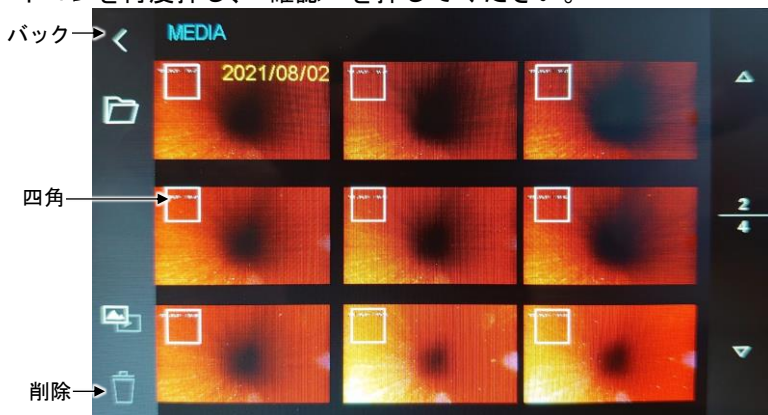

図 18
1. 削除アイコンを押すと、各画像の左上に四角が表示されます。(図 18)